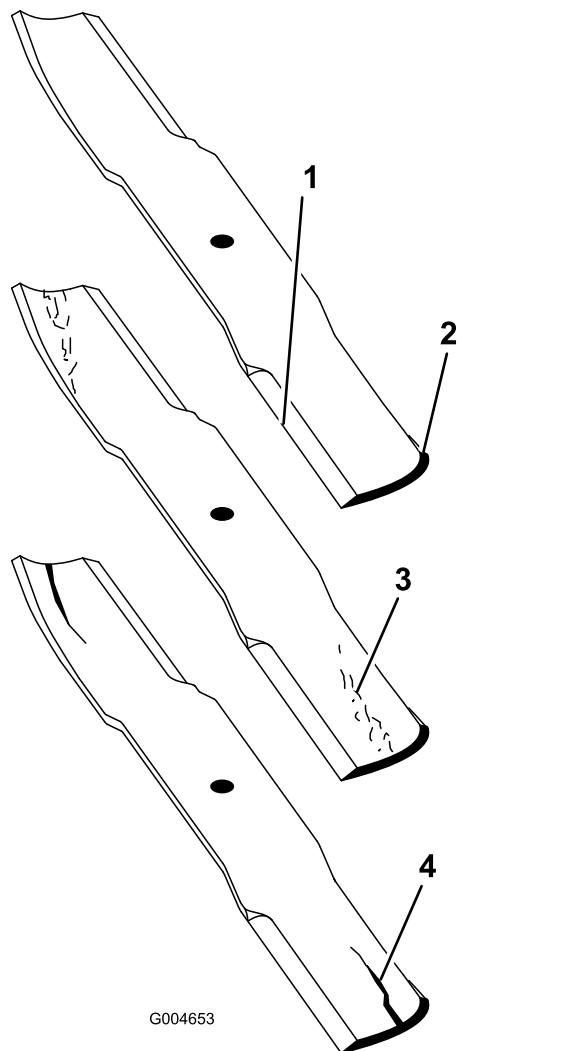

图 86
2. 仔细检查刀片的剪草端特别是刀片平面和曲面交接的部分 (图 86)。
注意 由于沙子和研磨材料可能导致连接刀片平面与曲面的金属磨损请在使用剪草机之前检查刀片。如果刀片磨损图 86 请更换。